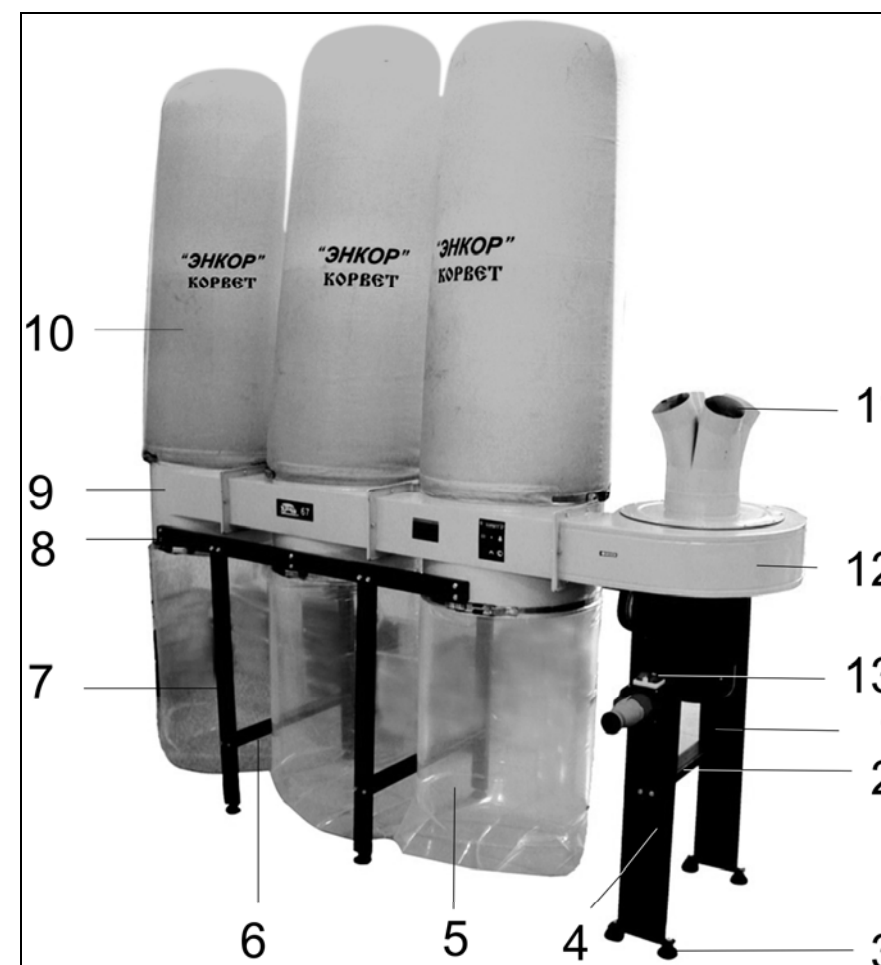

Рис. 2
ВНИМАНИЕ: Перед включением пылесоса в розетку, всегда нужно удостовериться, что кнопки магнитного пускателя (13) Рис.2 находятся в исправном состоянии.
11.1 Пылесос рассчитан на работу с четырьмя деревообрабатывающими станками (строгальными, пилами и т. п.) и соединяется с ними шлангами диаметром 100 мм через переходник входной (11) Рис. 2. При необходимости работы пылесоса с одним или двумя деревообрабатывающими станками, шланги с неиспользуемых каналов переходника входного снять, а каналы закрыть крышками.